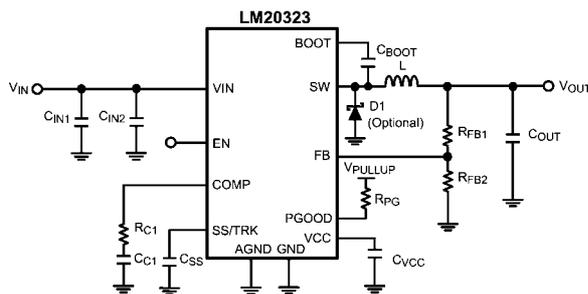

FIGURE 1. Typical Application Circuit
LM20323 は、できる限り少ない外付け部品で効率的な降圧型レギュレータを実装するために必要なすべての機能を備えたスイッチング・レギュレータです。この使いやすいレギュレータは、2つのスイッチ素子を内蔵し、最大 3A の連続出力電流を供給できます。レギュレータは非線形スロープ補償によるピーク電流モード制御により、出力電圧範囲全体にわたり最適な安定性および過渡応答を実現します。ピーク電流モード制御は、入力電圧フィードフォワード、サイクルごとの電流制限、ループ補償が簡単という特長を原理的に備えています。500kHz のスイッチング周波数を採用することでインダクタ・サイズを削減すると同時にスイッチング損失を抑え、小型のインダクタを使用しながら 93% という高い効率を達成できます。高精度な内部電圧リファレンスにより、出力を 0.8V という低電圧に設定できます。そのほか、電流制限、サーマル・シャットダウン、オーバervoltage 保護、シャットダウン機能を備えています。デバイスは放熱を助ける露出パッドを組み込んだ eTSSOP-20 パッケージで供給されます。LM20323 の一般的なアプリケーション回路は設計ガイドラインの Figure 1 に示しています。
この項では、全機能を有する電源の構築に必要な外付け部品の選定方法を段階を踏んで説明します。どのような DC/DC コンバータの設計であっても、効率、実装面積、性能が最適化のトレードオフになります。このセクションではこれらの設計条件について詳しく取り上げます。部品選定を簡易化するために、下の Figure 1 に示す回路を参考として使用します。特記のない限り、すべての式において単位は電流をアンペア (A)、容量をファラッド (F)、インダクタンスをヘンリー (H)、電圧をボルト (V) とします。